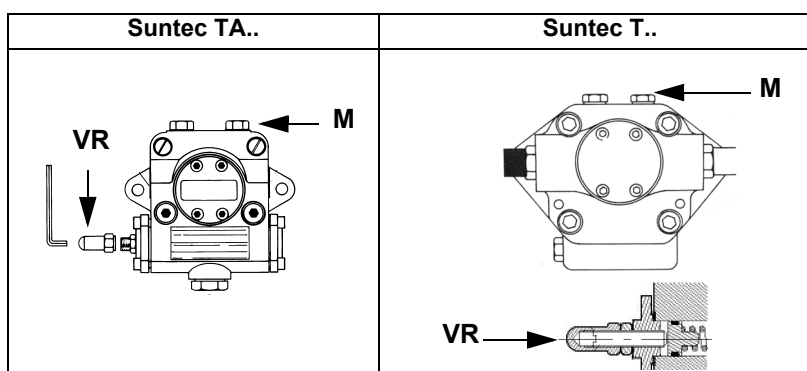

Рис. 6
- 3 выпустить воздух со штуцера (**М**) манометра насоса (Рис. 6), расслабив слегка заглушку, но не снимая ее; затем отпустить контактор;
Давление питания форсунки уже отрегулировано заранее на заводе-изготовителе и не должно изменяться. Только в случае необходимости, отрегулировать давление питания (см. соответствующий параграф) следующим образом: установить манометр в положение, указанное на Рис. 7, воздействовать на регулировочный винт **VR** насоса (см. Рис. 6) до получения на форсунке давления в 25 бар (форсунки Fluidics - см. графики на Рис. 22).
- 2 Отвинтите винты 1 ÷ 4 шестигранным ключом № 3 и снимите крышку фильтра 5 на Рис. 6.